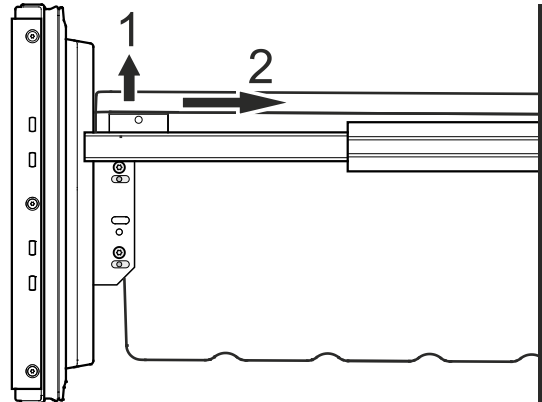

Figura 18
- Desenclave el recipiente por el canto izquierdo y derecho tirándolo hacia arriba (1) - **Figura 18**.
- Deslice el recipiente hacia atrás (2) - **Figura 18**.